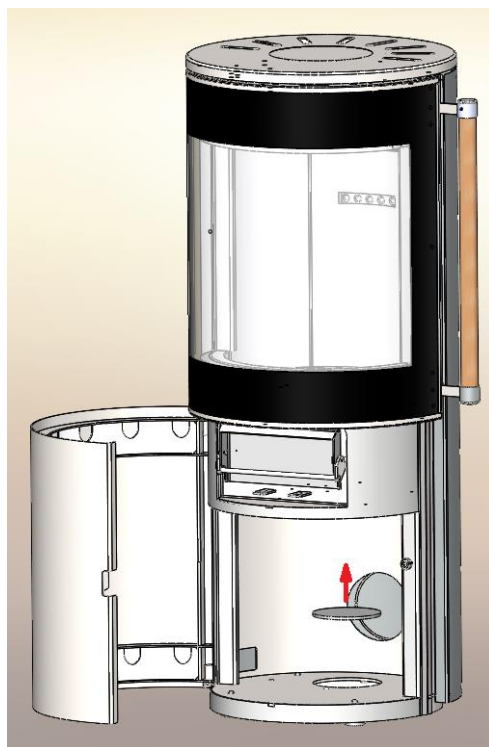

Bild 3 Skärning av mikrofogar för utluftstillförsel på baksidan / botten
4. Bild 3 Skärning av mikrospringor för utelufttillförsel på baksidan / vid botten	Sida 7